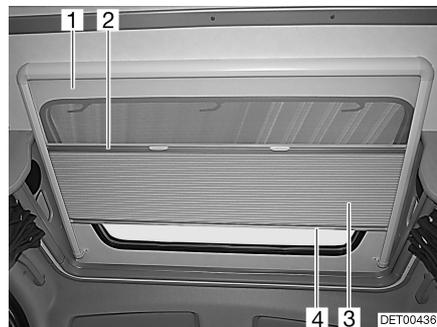

Bild 17 Dachfenster
Faltverdunklung Die Faltverdunklung (Bild 17,3) ist mit dem Insektenschutz (Bild 17,1) fest verbunden.
- Die Faltverdunklung in der Mitte des Abschluss-Stabes (Bild 17,4) fassen und vorsichtig nach unten ziehen.
- Die Faltverdunklung am Abschluss-Stab (Bild 17,4) langsam zurückführen.
- Den Insektenschutz in der Mitte des Abschluss-Stabes (Bild 17,2) fassen und vorsichtig ganz nach unten ziehen.
- Den Insektenschutz am Abschluss-Stab der Faltverdunklung (Bild 17,4) langsam zurückführen.